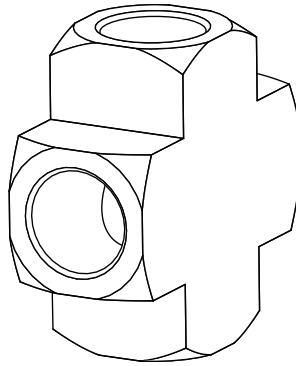

Figura 1
Loa colectores de la serie 240 pueden utilizarse con dos cilindros (uno de cada lado) o con múltiples cilindros de cada lado. Todos los sistemas vendrán con un adaptador multipuerto para conectar hasta 3 cilindros por lado. Consulte la Figura 1. Los puertos que no están en uso deben tener un enchufe. Estos enchufes deben estar sellados con cinta de teflón y ajustados con una llave.
6. Instale el adaptador multipuerto (Figura 1) en las conexiones de entrada de ambos lados derecho e izquierdo usando la tornillería suministrada. Todas las conexiones necesitan cinta de teflón ya que es un sellador de rosca y se deben ajustar con una llave.